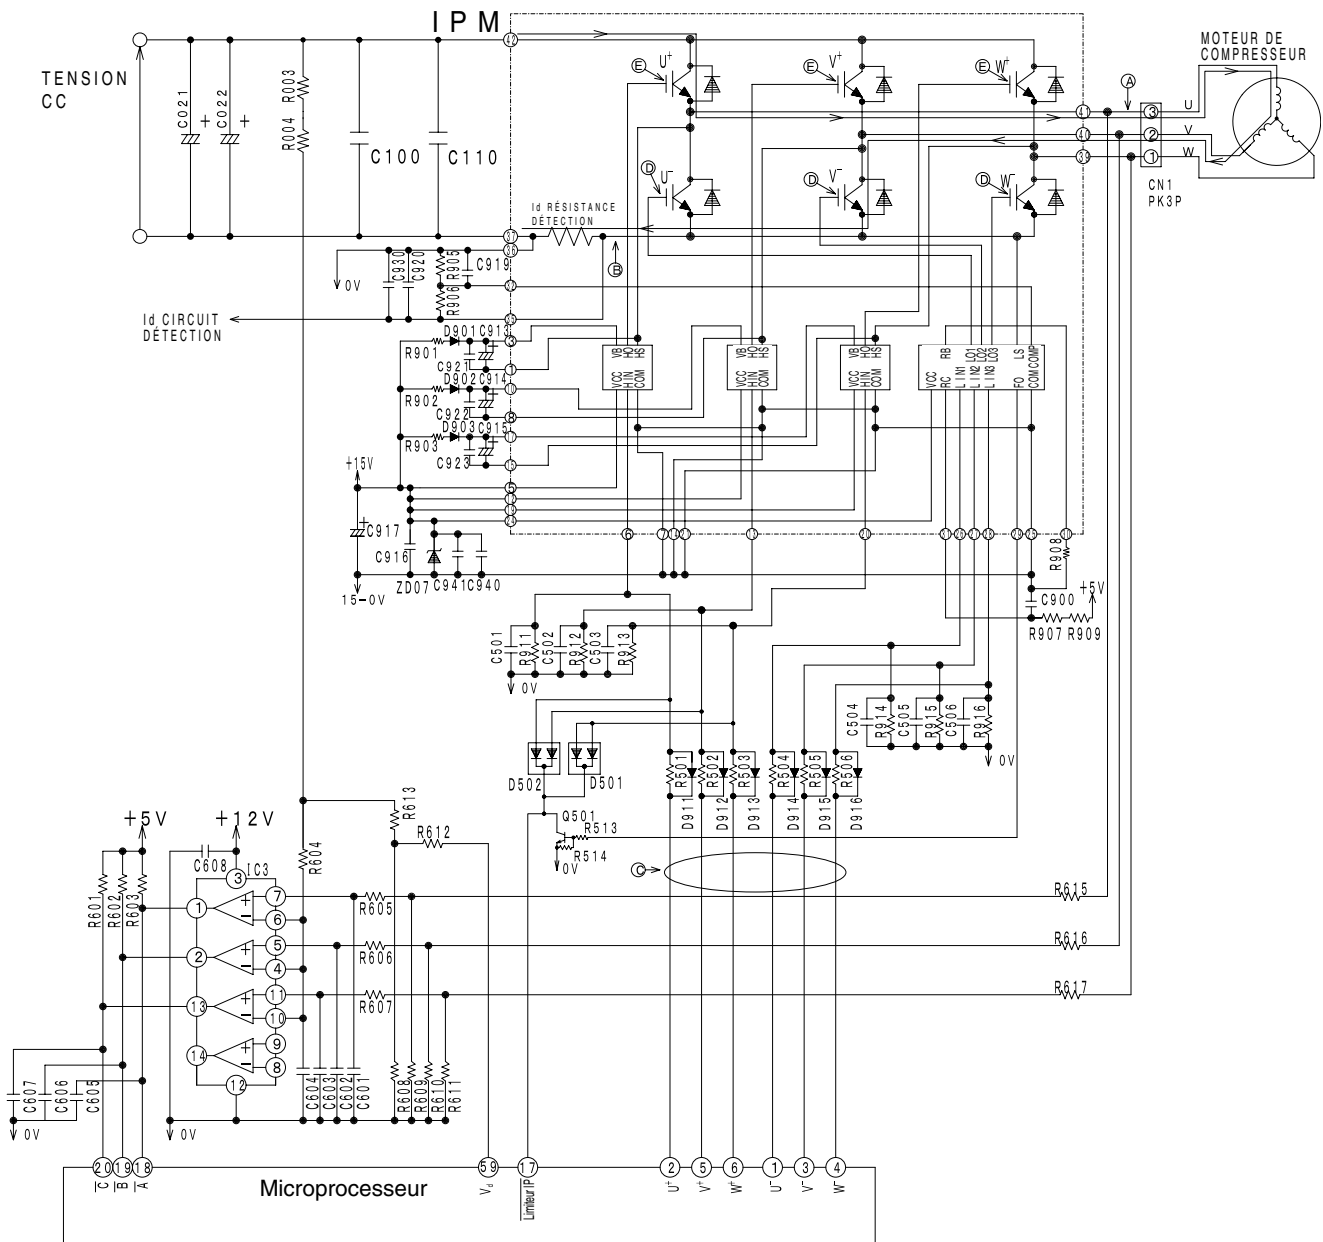
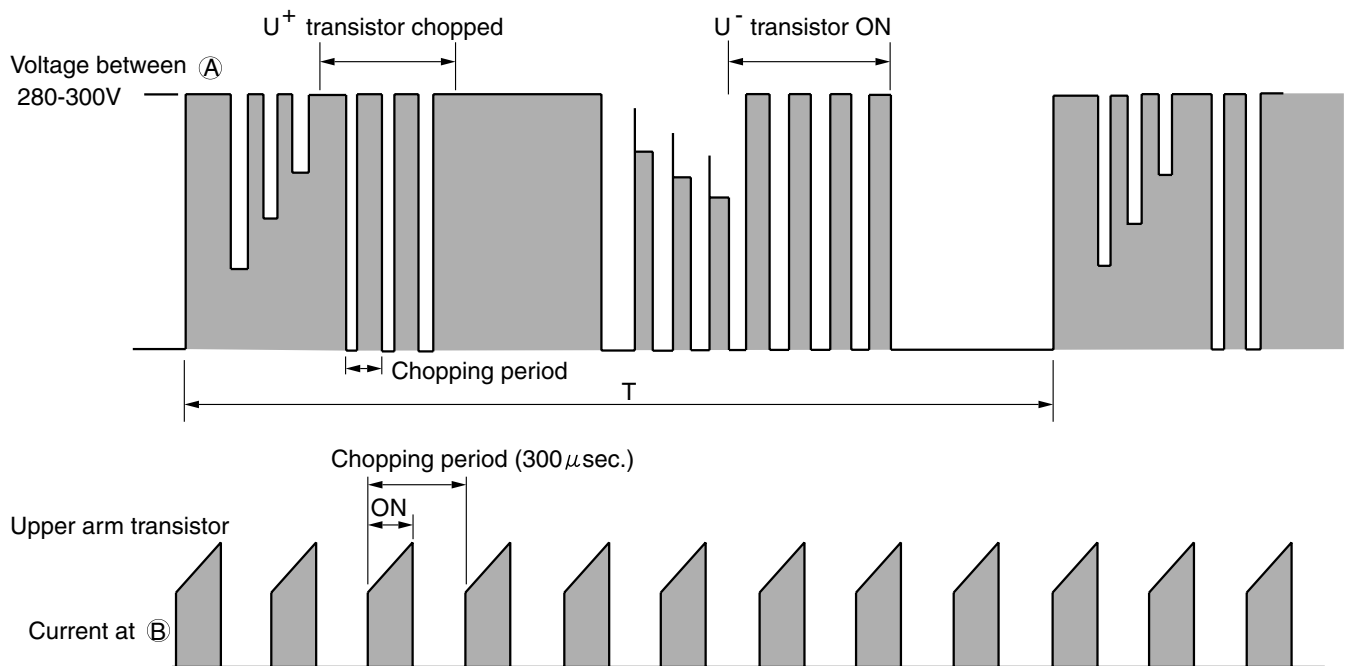
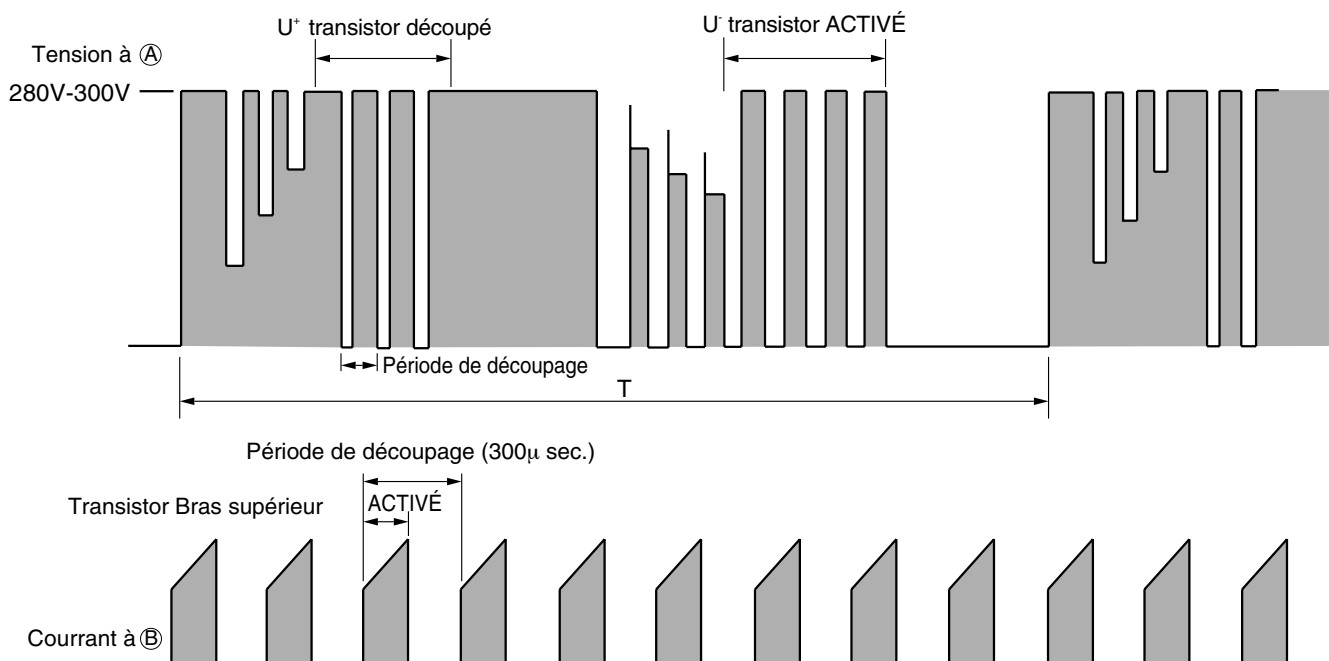

Fig. 4-1 Circuit du module d'alimentation intelligent (U+ est ACTIVÉ, V- est ACTIVÉ)
Fig. 4-3 Voltage waveform at each point
Fig. 4-3 Forme d'onde de la tension à chaque point
- La Fig.4-1 représente le module d'alimentation intelligent (IPM) et son circuit périphérique. Les trois transistors du côté positif (E) sont appelés bras supérieur et les trois transistors du côté négatif (D), bras inférieur.
At point ⑤: U+ is ON, V- is ON (circuit in Fig. 4-1)
Fig. 4-3 shows voltage waveform at each point shown in Fig. 4-1 and 4-4. First half of upper arm is chopper, second half is ON, and first half of lower arm is chopper, second half is ON.
- (1) When U+ transistor is ON: U+ transistor → U coil → V coil → V- transistor → DC current detection resistor → Point ② (Fig. 4-1)
Au point ⑤ : U+ est ACTIVÉ, V- est ACTIVÉ (circuit sur Fig. 4-1)
La Fig. 4-3 représente la forme d'onde de la tension à chacun des points indiqués dans les Fig. 4-1 et 4-4. La première moitié du bras supérieur est découpée, la deuxième moitié est MARCHÉ, et la première moitié du bras inférieur est découpée, la deuxième moitié est MARCHÉ.
- (1) Lorsque le transistor U+ est sur ACTIVÉ : transistor U+ → bobine U → bobine V → transistor V- → résistance détection courant CC → Point ⑥ (Fig. 4-1)
Since current flows at point ② only when U+ transistor is ON, the current waveform at point ② becomes intermittent waveform as shown in Fig. 4-3. Since current at point ② is approximately proportional to the input current of the air conditioner, input current is controlled by using DC current (Id) detection resistor.